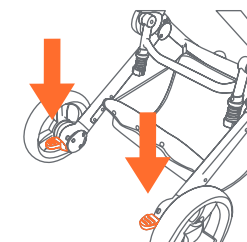

Fig. 10
- 10) • Pour enclencher les freins, poussez le levier de frein situé sur le train arrière. Vous pourriez avoir à pousser la poussette vers l'avant et vers l'arrière à quelques reprises afin de vous assurer que le frein est correctement enclenché (Fig. 10). Vérifiez que la poussette ne bouge plus lorsque les freins sont bien bloqués. La couleur de l'indicateur de frein sera rouge lorsqu'il est verrouillé, et verte lorsqu'il est déverrouillé. Pour le dégager, soulevez doucement le